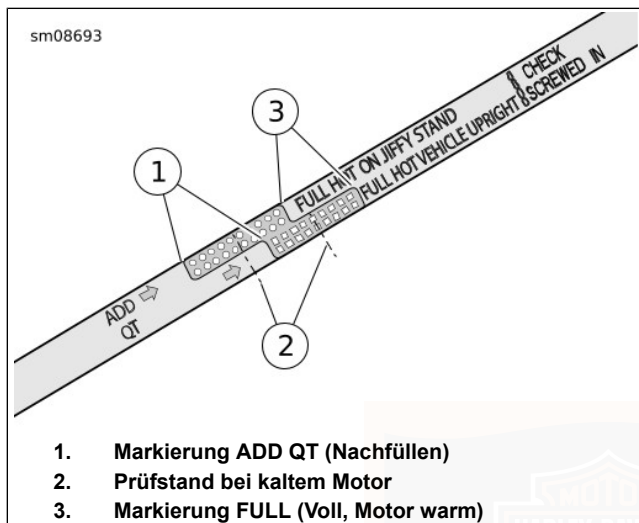

Abbildung 86. Motorölmessstab
- e. Siehe Abbildung 86. Ölstand prüfen. Der korrekte Ölstand bei kaltem Motor liegt auf halbem Wege (2) zwischen den Markierungen ADD QT (Nachfüllen) (1) und FULL HOT (Voll, heiß) (3) auf dem Ölmesstab.
5. Ölstand prüfen. Nur so viel Öl nachfüllen, um den Füllstand zwischen die Ölmesstab-Markierungen ADD QT (1) und FULL HOT (3) zu bringen.
- e. Siehe Abbildung 86. Ölstand prüfen. Der Ölstand sollte zwischen den Markierungen ADD QT (Nachfüllen) und FULL HOT (Voll, heiß) auf dem Ölmessstab stehen.